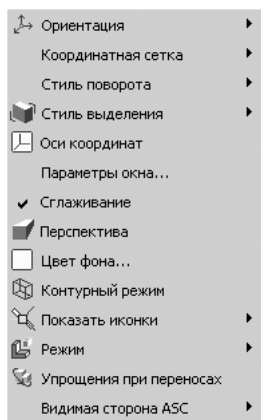

Рис. 2.87. Контекстное меню **Анимационного** окна
- щелкните в **Анимационном** окне правой кнопкой мыши. Появится контекстное меню, см. рис. 2.87;